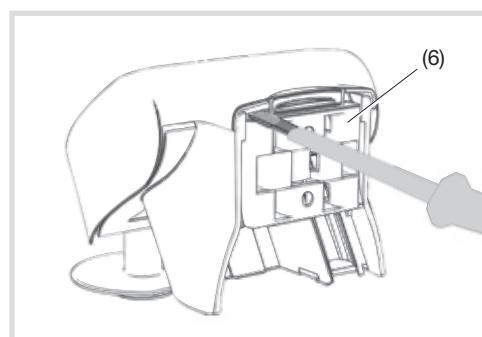

Figure 4 : desserrage du support de fixation murale ou sur mât
La station météorologique est fournie avec un support de fixation murale ou sur mât (6). Ce support est fixé sur l'arrière de la station lors de la livraison (figure 4).
- Dévisser à laide d'un tournevis, le support de fixation murale ou sur mât (6). Pousser le support vers le bas pour le déclipser. (figure 4).